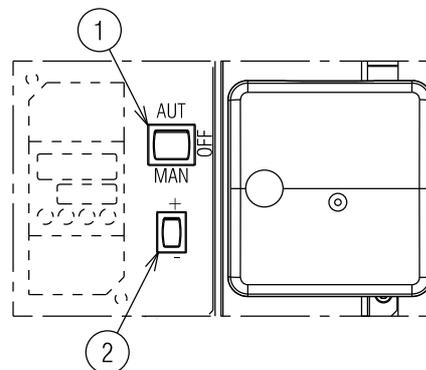

Fig. 29
Posicionar el selector 1)(Fig. 29) en la posición "MAN".
- colocar el interruptor 1) de la Fig. 29 en la posición "OFF" y esperar a que la caja de control ejecute la fase de apagado;
El aire se regula variando el ángulo de la leva III) (Fig. 28) y por medio del selector 2)(Fig. 29). Para regular la leva del servomotor, véase Fig. 32 A).
En la descripción anterior, hemos dejado el quemador encendido, funcionando a la potencia MÍN. Apretar ahora el pulsador 2)(Fig. 29 en la pág 28) "aumento de potencia" y mantenerlo apretado hasta que el servomotor haya abierto el registro del aire y la válvula de mariposa del gas.
El aire se regula variando el ángulo de la leva III) (Fig. 28 en la pág 27) y por medio del selector 2)(Fig. 29 en la pág 28). Para regular la leva del servomotor, véase Fig. 32 A).
Presionar el pulsador 2)(Fig. 29 en la pág 28) "Disminución de potencia" y mantenerlo presionado hasta que el servomotor vuelva (Fig. 32 B) a la regulación realizada en fábrica: Véase Tab. J en la pág 27 y regular por consiguiente el registro de aire 5) y la mariposa del gas 4) (Fig. 31 en la pág 29).
El aire se regula variando el ángulo de la leva III) del servomotor (Fig. 28 en la pág 27) y por medio del selector 2)(Fig. 29 en la pág 28). Para regular la leva del servomotor, véase Fig. 32 A).
Después de haber regulado la potencia máxima y mínima del quemador, se regula el gas en varias posiciones intermedias del servomotor. El paso de una posición a la siguiente se obtiene manteniendo presionado el pulsador 2) en el símbolo (+) o (-) (Fig. 29 en la pág 28). Presionar un instante el pulsador 2)(Fig. 29 en la pág 28) "Aumento de potencia" de modo que el servomotor gire a unos 20°, véase índice graduado en el servomotor Fig. 32 B) e índice graduado registros de aire 5) (Fig. 31 en la pág 29).
Apagar el quemador utilizando el interruptor 1)(Fig. 29), posición OFF, liberar la leva mecánica I)(Fig. 31) para separar los engranajes del servomotor, presionando y desplazando hacia abajo el pulsador 3)(Fig. 32 D) y controlar varias veces girando a mano la leva mecánica I)(Fig. 31) hacia adelante y hacia atrás que el movimiento sea suave y sin interrupciones.